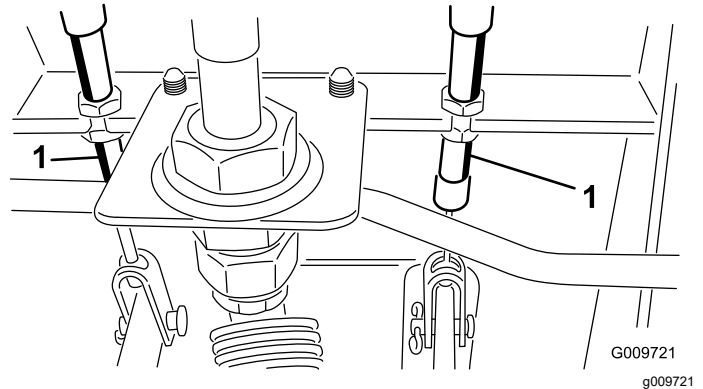

Figura 95
- A. Afloje la tuerca delantera del extremo roscado del cable de freno (Figura 95).